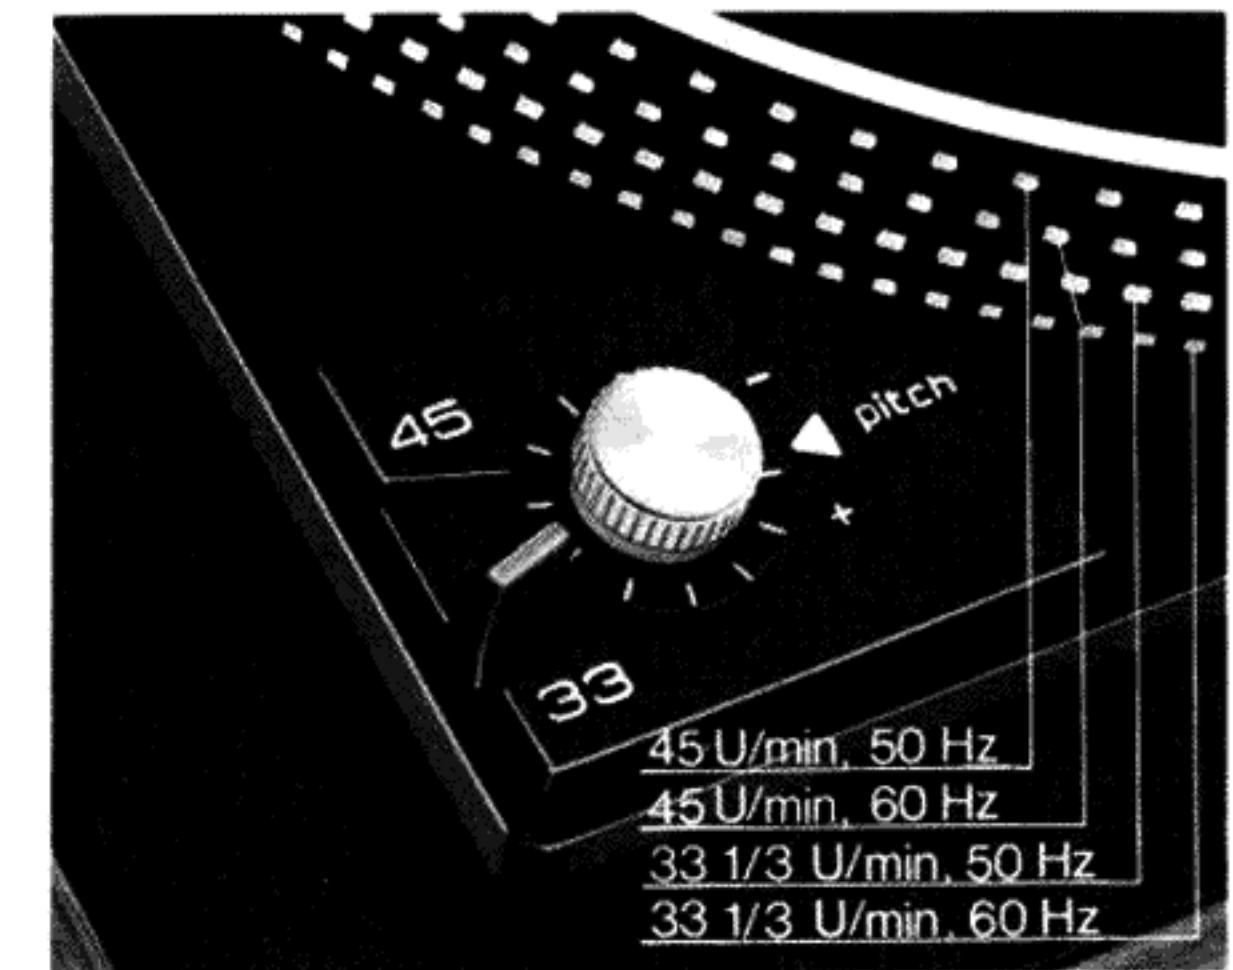

Fig. 13
Jede der beiden Normdrehzahlen 33 1/3 und 45 U/min kann mit der Tonhöhenabstimmung variiert werden. Die Einstellung erfolgt mit dem Drehknopf „pitch“ (2) (Fig. 13). Regelbereich bei 33 1/3 U/min ca. 1/2 Ton (6 %).
Chacune des 2 vitesses normalisées 33 1/3 et 45 tr/mn peut être modifiée par le réglage de la hauteur du son (2) (Fig. 13).
Each of the two standard speeds (33 1/3 and 45 rpm) can be varied with the pitch control. Adjustment is made with pitch control knob (2) (Fig. 13).
Elk van de twee toerentallen 33 1/3 en 45 t.p.m. kan met de fijnregeling **(2)** worden veranderd. De bijregeling van het toerental geschiedt door middel van de knop "pitch" **(2)** (Fig. 13).
Cada una de las dos velocidades normalizadas de 33 1/3 y 45 r.p.m. puede ser modificada por medio del control de la altura tonal **(2)**. El ajuste correcto se efectúa con el botón "pitch" **(2)** (Fig. 13).
Skivspelaren har fininställning **(2)** av båda varvtalen 33 1/3 och 45 varv/min, som kan varieras. Inställning sker med "pitch"-ratten **(2)** (Fig. 13).
L'altezza del tono può essere variata in ognuna delle due velocità, 33 1/3 e 45 giri/min. La regolazione si effettua a mezzo della manopola "pitch" **(2)** (Fig. 13).